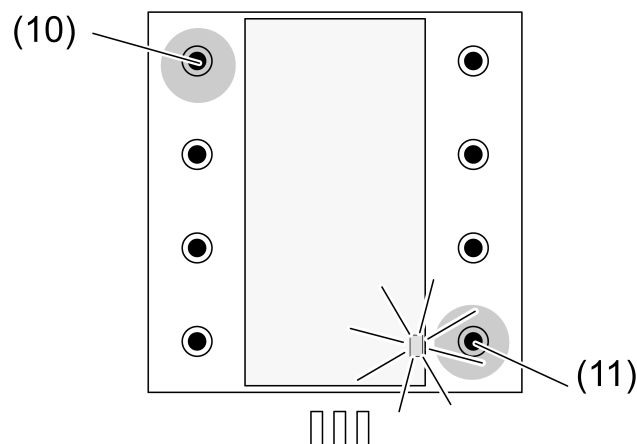

Bild 4: Programmiermodus für Kanaltasten aktivieren
- Tasten oben links (10) und unten rechts (11) gleichzeitig länger als 4 Sekunden drücken (Bild 4).
- Tasten oben links (10) und unten rechts (11) gleichzeitig länger als 20 Sekunden drücken (Bild 4).